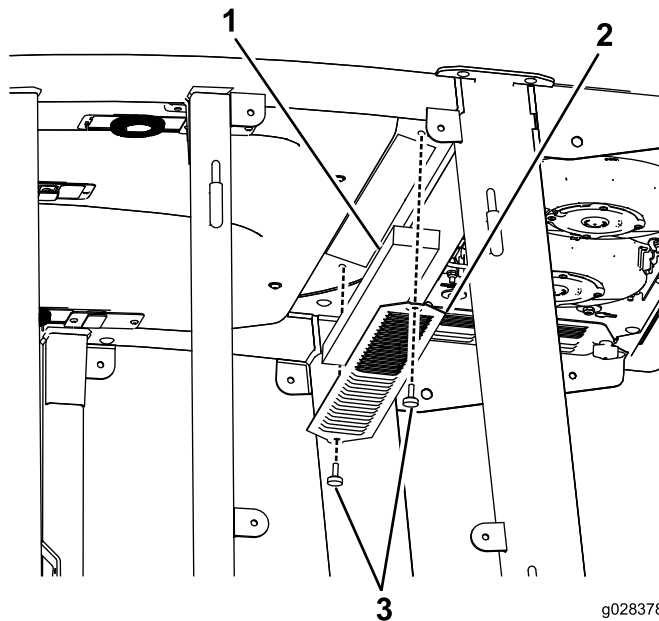
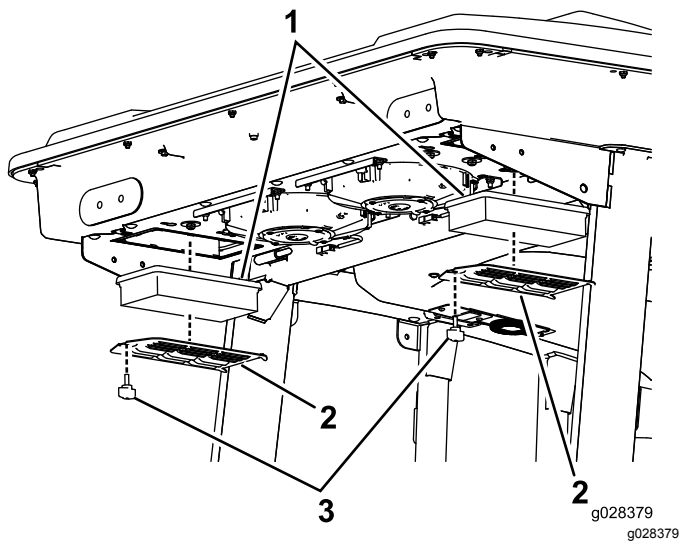
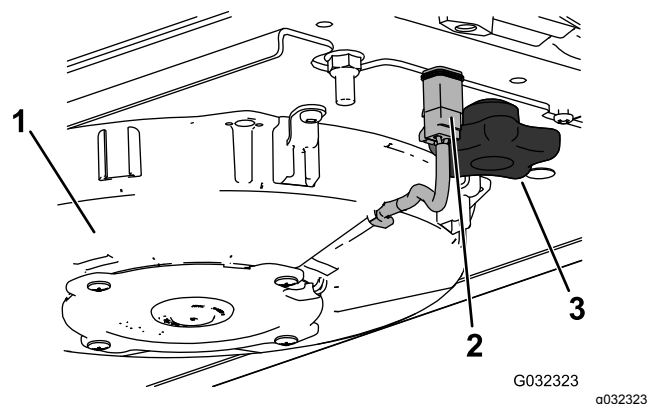
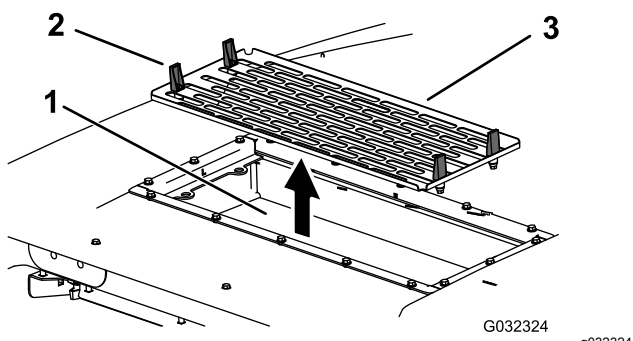

Рисунок 93
Рисунок 94
Рисунок 96
Рисунок 97
1. Выверните винты и снимите решетки у салонного и заднего воздушных фильтров кабины (Рисунок 93 и Рисунок 94).
5. Снимите воздушные фильтры (см. Рисунок 94).
7. Установите воздушные фильтры, сетку и вентилятор в сборе (Рисунок 94, Рисунок 96 и Рисунок 97).
8. Подсоедините провод к каждому вентилятору (Рисунок 96).